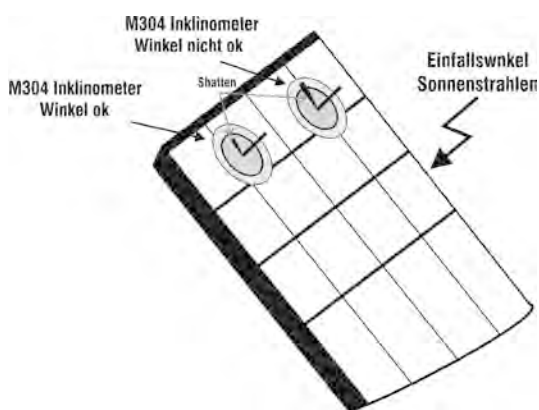

Abb. 10: Positionierung des Neigungsmessers M304
18. Stellen Sie den mitgelieferten Neigungsmesser M304 auf die PV Moduloberfläche. **Überprüfen Sie, ob der Schatten des Messstabs "nicht über den Rand des auf dem Neigungsmesser eingezeichneten Kreises hinausragt" (Abb. 10). Der Einfallswinkel der Sonnenstrahlen auf die PV Moduloberfläche würde sonst zu flach sein und nicht den normgerechten Testbedingungen der Solarmodul-Hersteller entsprechen. In diesem Fall ist keine Übereinstimmung der Messdaten mit jenen des Herstellers zu erwarten. Die Messungen müssen folglich zu einer anderen Tageszeit vorgenommen bzw. wiederholt werden**